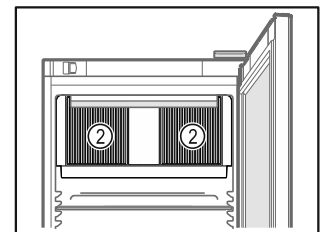

Fig. 71
- Mbani të lira kanalet e ajrimit Fig. 71 (2) të ventilatorit të qarkullimit të ajrit në hapësirën e brendshme.